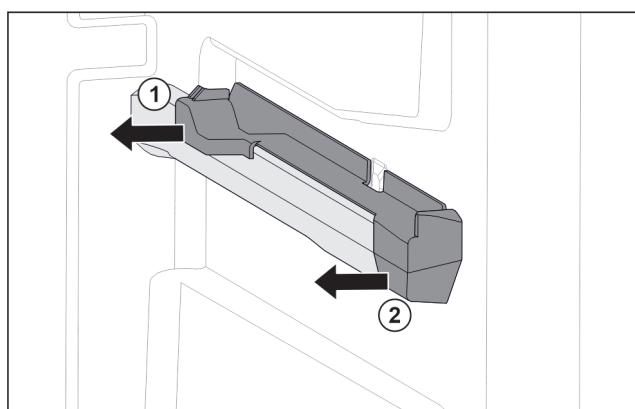

Fig. 31 Nasazovací díl na pravém žebrování na nádoby
- Stáhněte nasazovací díl vzadu na stranu. Fig. 31 (1)
- Stáhněte nasazovací díl vpředu na stranu. Fig. 31 (2)